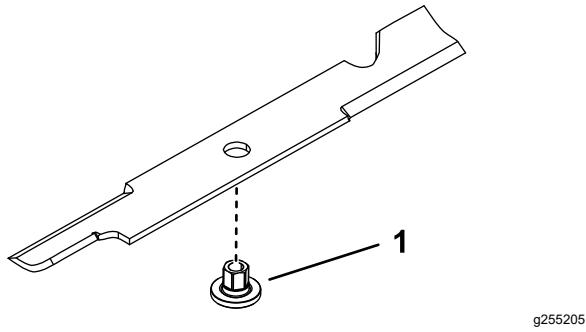

Bild 73
1. Montieren Sie eine Buchse durch das Messer, wobei der Bund der Buchse auf der unteren (Gras-)Seite des Messers liegen muss (Bild 73).